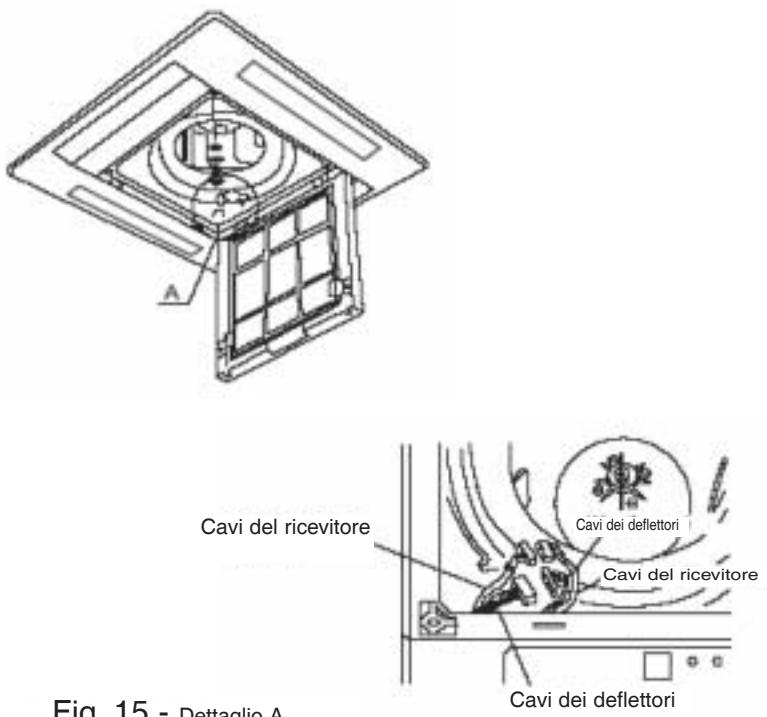

Fig. 15 - Dettaglio A
- (1) Collegare il connettore come si vede nel dettaglio A della Fig. 15
- (2) Fissare il cavo con una fascetta per impedire che esso possa venire a contatto con la girante del ventilatore.